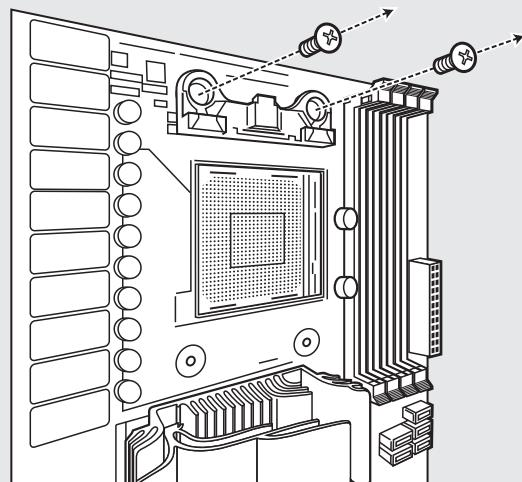

figure 1
- Удалите стандартный монтажный кронштейн AMD для верхнего крепления. (Рис. 1)
- 拆下图示的备用AMD顶部安装支架。 (图1)